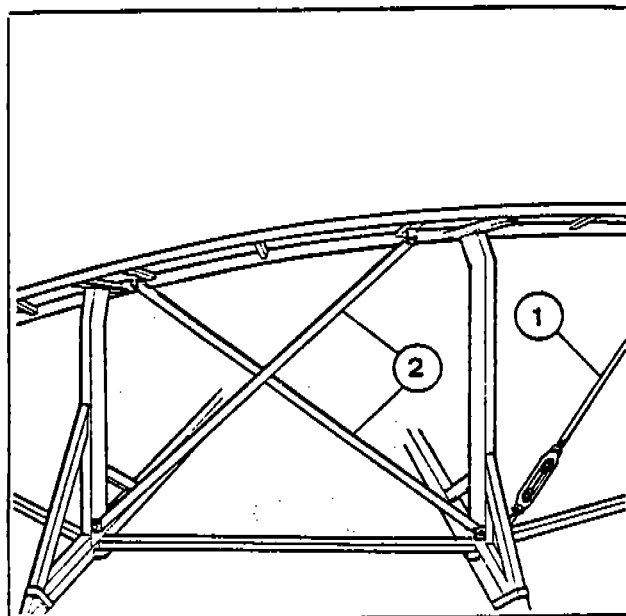

Fig. 24
- Connect all rail supports with trasversal tension rods (Fig. 24, 1 and 2); numbers and marks must always match.
- Collegare le gambe con traversi/tiranti incrociati (1-2-Fig. 24). Rispettare sempre la giusta sequenza con le sigle riportate sui traversi/tiranti e gambe.
- Serrare tutte le viti di fissaggio binario con chiave e mettere in tensione i tiranti (1-Fig. 24).